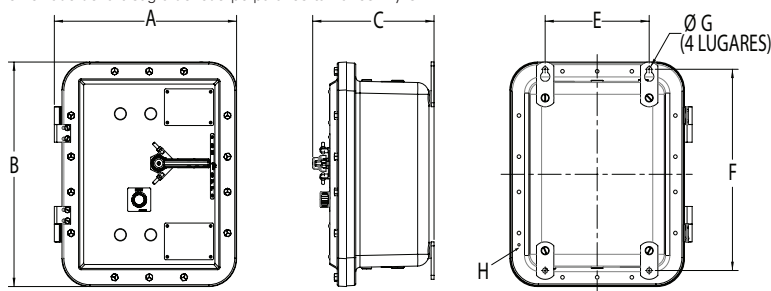

Figura 1
1. Seleccione una ubicación de montaje que proporcione resistencia y rigidez adecuada para soportar todo el cableado, los componentes y los dispositivos de control contenidos. La figura 1 y el Cuadro 1 muestran las dimensiones del montaje.